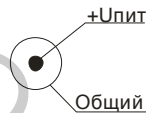
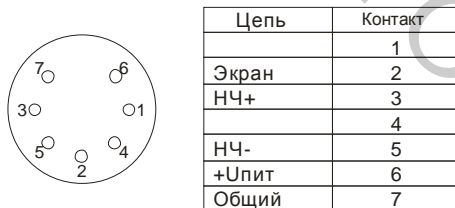

Рисунок 2
Рисунок 3
1.3.3 Питание пульта осуществляется от автономного блока питания, подключаемого к пульту через разъем питания (см. рисунок 2) или через контакты 6 и 7 выходного разъема (см. рисунок 3), в случае использования пульта совместно с усилителями мощности серии «Гонг» КИПЛ 2.039.014.